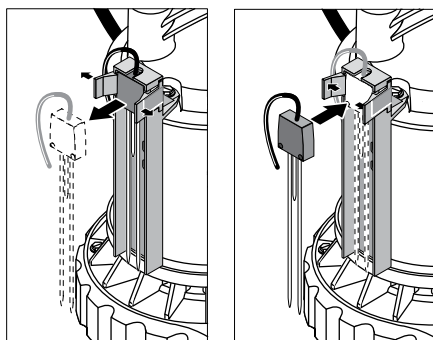

Figura 11: El interruptor se saca del soporte según se ilustra. Tenga cuidado de no abrir demasiado las lengüetas.
- 3A. Saque el interruptor de su soporte y remuévalo de la bomba (consulte la Figura 11).
Para remover el interruptor, separe las lengüetas en la parte superior del soporte lo suficiente como para deslizar el interruptor entre ellas y sacarlo. Use el cable para empujar el interruptor hacia adelante y hacia afuera del soporte (ver la Figura 11).
Para volver a colocar el interruptor, empújelo hacia atrás entre las lengüetas del soporte hasta que haya quedado plano contra la parte posterior del soporte (ver la Figura 11).